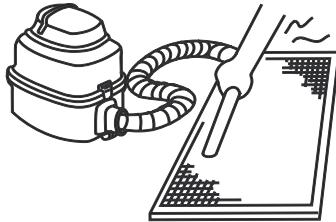

Рис. 15.3
- Во время чистки пылесосом приточная сторона фильтра должна быть направлена вверх (см. рис. 15.3).